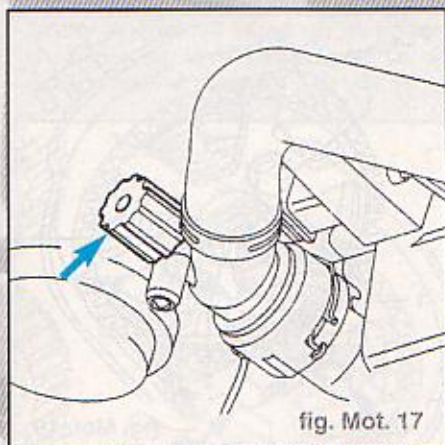

fig. Mot. 17
- Dévisser complètement la vis de vidange (flèche) pour vidanger le liquide de refroidissement du radiateur (fig. Mot. 17).